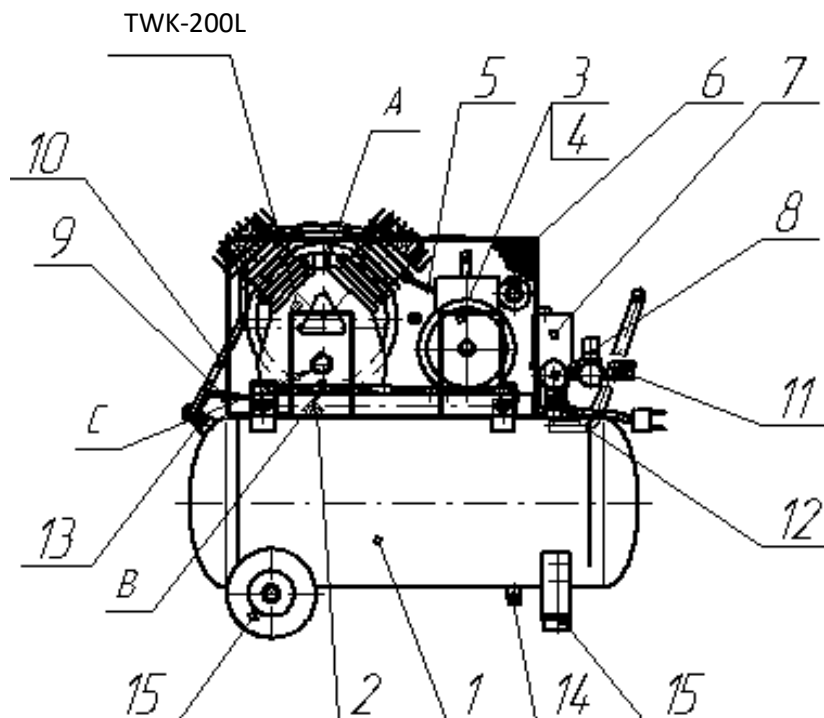
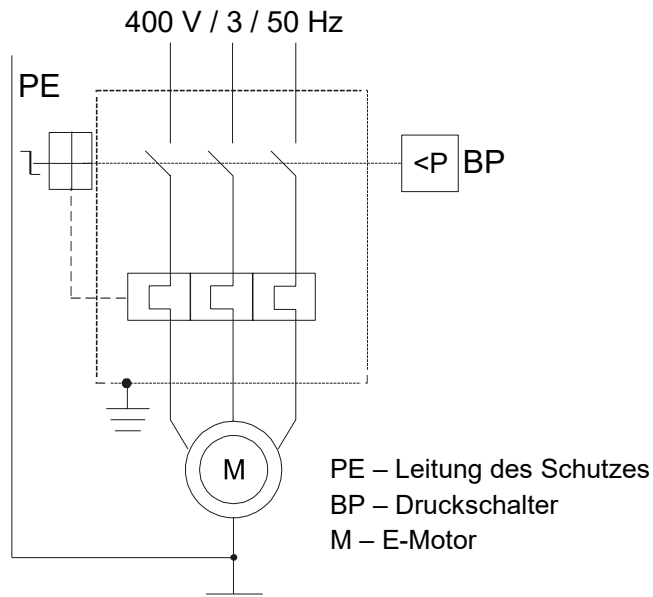

Abb. 1 – Ansichtszeichnungen des Kompressors TWK-200L
Abb. 4 Schaltplan
- 2.5 Abb. 1, 2, 3 enthalten die Ansichtszeichnungen des Kompressors, Abb. 4, 5 den Schaltplan.
Hinweis – Räder- und Dämpfersatz (Pos. 15, s. Abb. 1, 2, 3) und ihre Befestigungsteile sind gesondert verpackt.
5.1 Der Kompressor (Abb. 1, 2, 3) besteht aus folgenden Untergruppen und Teilen: Kolbenverdichter LB30, Druckluftbehälter 1, Rahmen 2, E-Motor 3 mit Scheibe 4, Keilriemen 5, Schutzgeländer 6, Druckschalter 7, Manometer 8, Entlüftungsleitung 9, Luftförderleitung 10, Ablasshahn 11, Sicherheitsventil 12, Rückschlagventil 13, Kondensatablasshahn 14, Räder und Dämpfer 15.